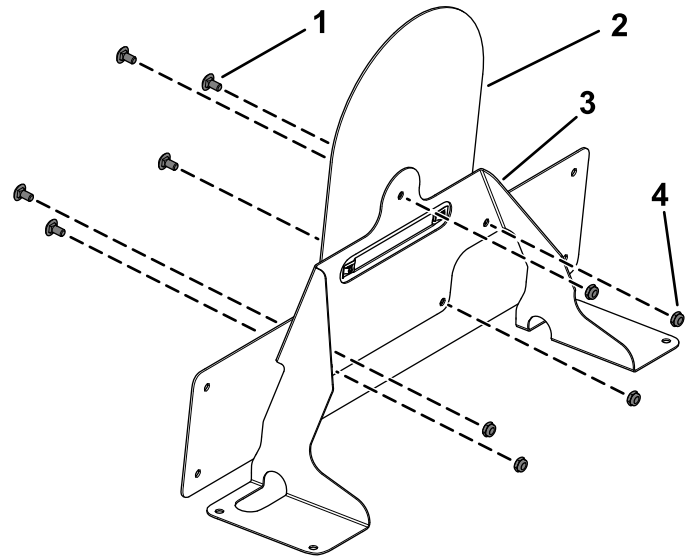

**Figura 21**
7. Coloque una pegatina de limitación de velocidad en el soporte de la placa de velocidad (Figura 21).